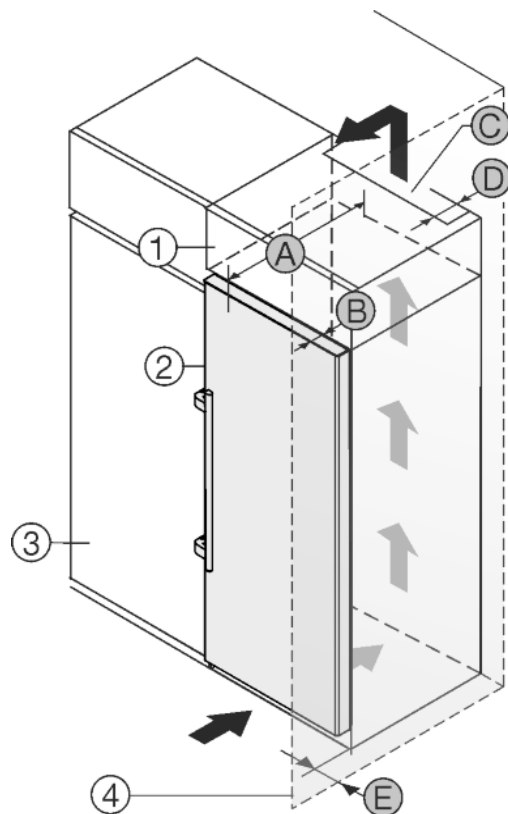

Fig. 20
Уредът може да е обграден с кухненски шкафове. За да изравните височината на уреда Fig. 20 (2) с височината на вградената кухня, над уреда може да се постави шкаф-пристройка Fig. 20 (1).
Уредът да се постави непосредствено до кухненски шкаф Fig. 20 (3). За да могат вратите да се отворят изцяло, уредът трябва да е издаден с дълбочината Fig. 20 (B) спрямо лицето на кухненския шкаф. В зависимост от дълбочината на кухненските шкафове и използването на детайли за отстояние от стената, уредът може да излезе още по-напред.
- От задната страна на шкафа-пристройка трябва да има вентилационен отвор с дълбочина Fig. 20 (D) по цялата ширина на шкафа-пристройка.
- Под тавана на помещението трябва да се спази сечението за вентилация *Fig. 20 (C)*.
Когато уредът се поставя с пантите до стена *Fig. 20 (4)*, трябва да бъде спазено разстоянието *Fig. 20 (E)* между уреда и стената. Това отговаря на разстоянието, с което дръжките стърчат при отворена врата.